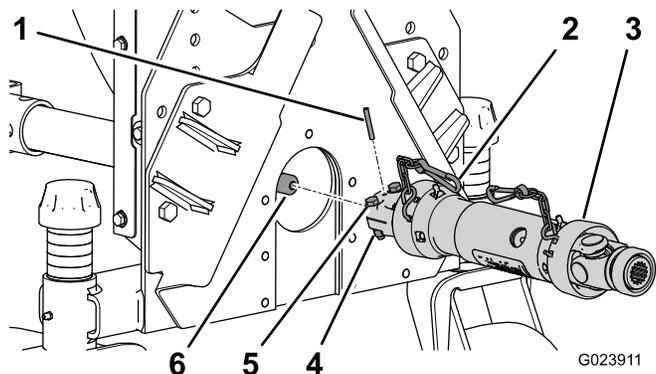

図 9
3. ロールピンで固定する (図 9)。
4. 駆動シャフトをギアボックスに固定する ; ボルト (5/16 x 1 x -3/4 インチ) 2本とロックナット (5/16 インチ) 2個を使用する (図 9)。
7. 安全チェーンをブローフレームに取り付ける (図 9)。